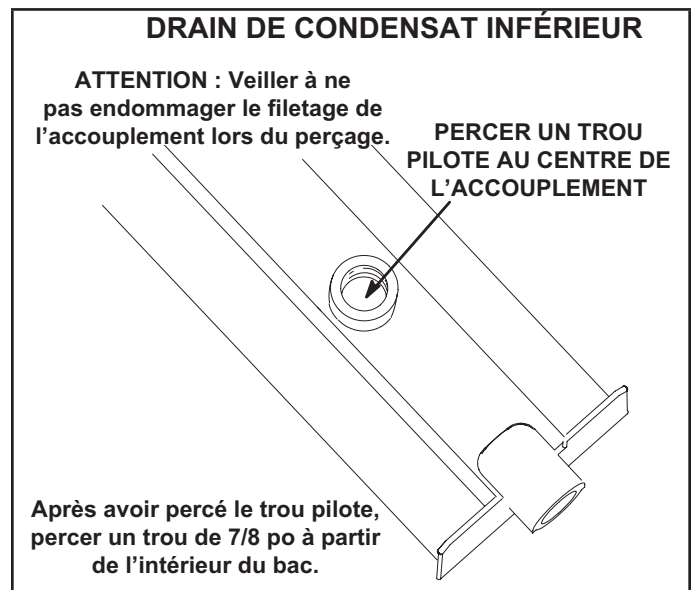

FIGURE 7
- 5 - Retournez le bac de drainage et percez un trou pilote à travers le fond du bac de drainage au centre du raccord. Reportez-vous à la FIGURE 7.